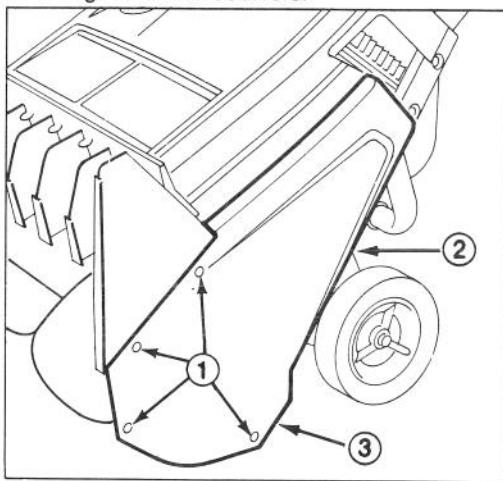

Fig. 8
REMPLACEMENT DE LA COURROIE DE TRACTION (Fig. 8, 9 et 10)
2. Enlevez les vis, les écrous de blocage et la vis à chapeau avec rondelle (Fig. 8). Mettez de côté la garde de la courroie.